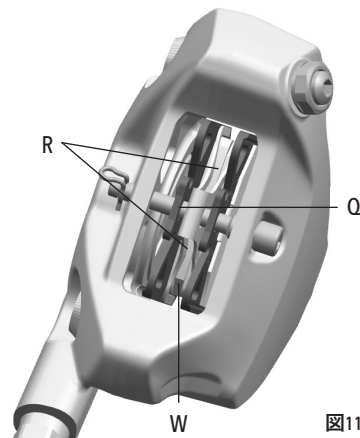

図11
前後のパッド共に、パッド摩耗インジケーター (W) が存在し、パッドがメタル・サポート (Q) に対して、ピストンに接触しながら正しい位置にあることを、そしてパッドのフリクション・エリア (R) がローターに接触していることを確認します (図11)。そうでない場合は、資格のあるメカニック、またはカンパニョーロ プロ・ショップに相談してください (2章 - 技術情報とテクニカル・サポート”をご参照ください)。
注意: ウエットで、泥、砂、埃の多い状況下で使用すると、ブレーキ・パッドの寿命は極端に短くなり、きれいなアスファルト道路で使用する場合より早期に摩耗します。そのため、摩耗インジケーター (W - 図11) がパッド上に見えていることを、頻繁に確認することが非常に重要です。摩耗インジケーターが見えなくなった場合は、メカニックに依頼し、パッドを交換してください。